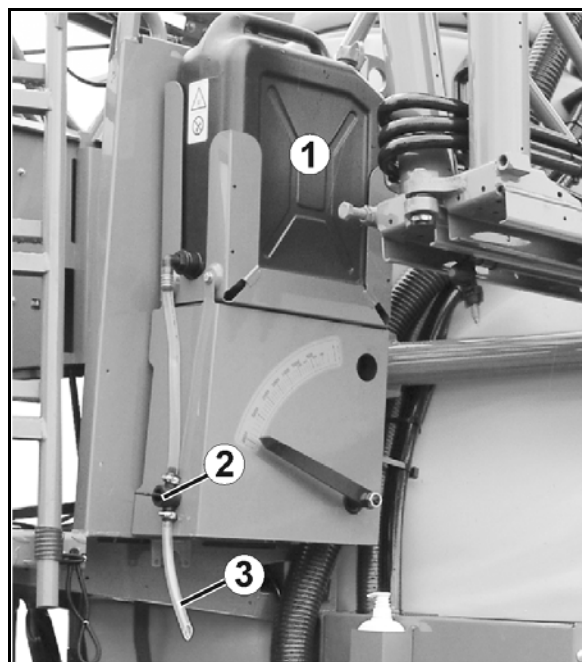

Bild 67
- det stängda luckan trycks nedåt (Bild 67)